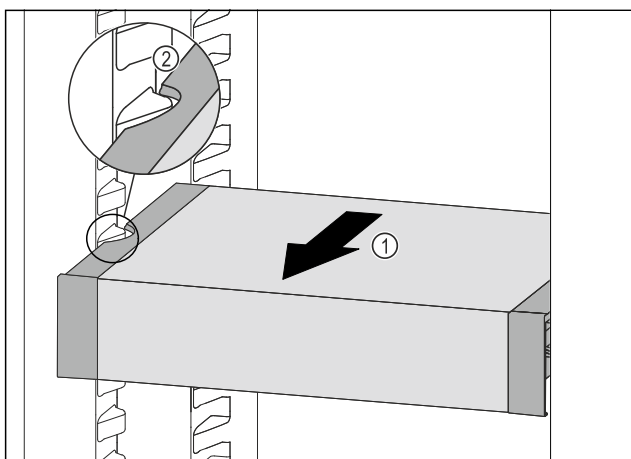

Fig. 176
- Tërhiqni VarioSafe për nga përpara Fig. 176 (1), derisa foletë anësore të VarioSafe të jenë në lartësinë e brinjëve të kutisë në pjesën e ftohjes. Fig. 176 (2)